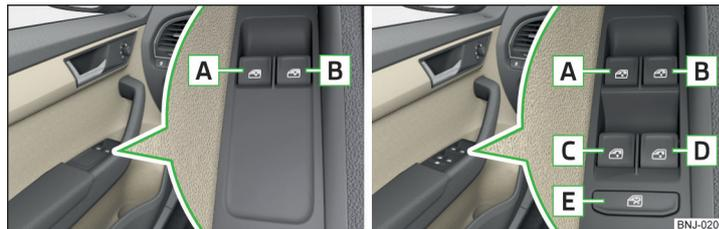

Abb. 39 Tasten der Fensterheber: Variante 1 / Variante 2
Die elektrischen Fensterheber funktionieren nur bei eingeschalteter Zündung. Ausstattungsabhängig können durch Drücken/Ziehen der Tasten in der Fahrertür die Fenster vorn - **Variante 1** bzw. die Fenster vorn und hinten - **Variante 2** bedient werden » **Abb. 39**.
Das Fahrerfenster kann bei der **Variante 2** » **Abb. 39** automatisch vollständig geöffnet/geschlossen werden, indem die Taste bis zum Anschlag gedrückt bzw. gezogen wird. Bei erneutem Drücken/Ziehen der Taste bleibt das Fenster stehen.
- Die **Variante 1** der elektrischen Fensterheber » **Abb. 39 auf Seite 54 verfügt über keine Kraftbegrenzung**. Die Fenster sind vorsichtig zu schließen - es besteht Verletzungsgefahr!
- Das **Beifahrerfenster bei der Variante 2** der elektrischen Fensterheber » **Abb. 39 auf Seite 54 verfügt über keine Kraftbegrenzung**. Das Fenster ist vorsichtig zu schließen - es besteht Verletzungsgefahr!